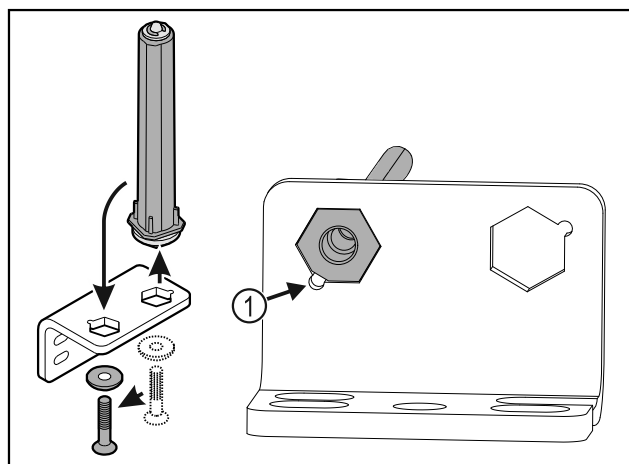

Fig. 31
- Let erop dat bij het plaatsen de boutafschuining Fig. 31 (1) naar het ronde gat wijst.